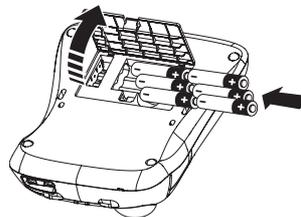

Figura 2
1. Rimuovere il coperchio del vano batterie. Vedere Figura 2.